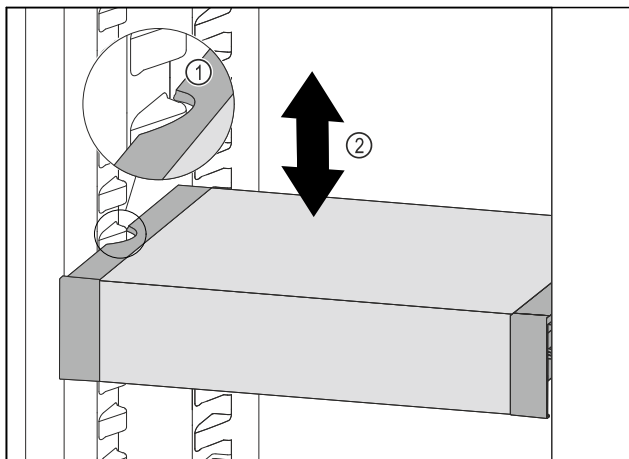

Fig. 145
- VarioSafe nach vorne ziehen, bis sich die seitlichen Aussparungen des VarioSafes auf Höhe der Behälterrippe im Kühlteil befinden. Fig. 145 (1)
- VarioSafe im Kühlteil nach oben oder unten bewegen, bis gewünschte Höhe erreicht ist. Fig. 145 (2)